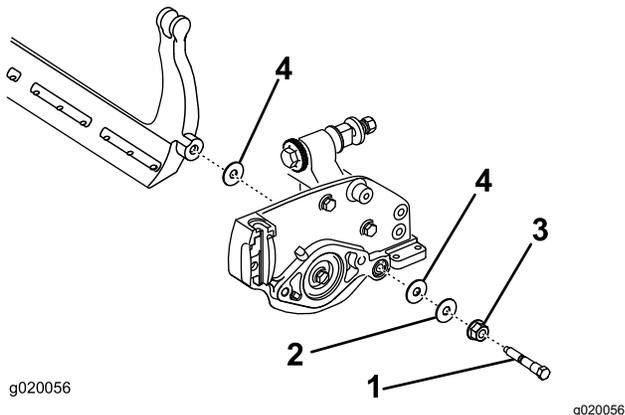

Figura 19
Guarde as duas anilhas de nylon e a anilha de aço de cada uma das extremidades da barra de apoio (Figura 19).
- Coloque uma anilha de nylon de cada lado da placa lateral. Coloque uma arruela de aço no exterior de cada uma das arruelas de nylon (Figura 19).